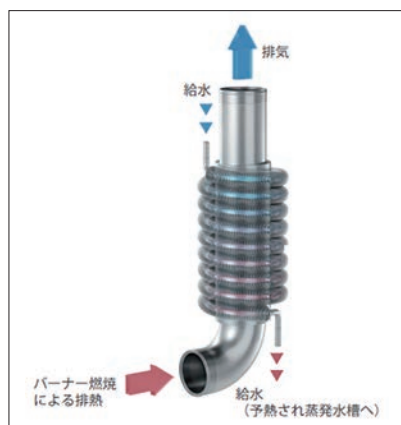

図3 排熱を利用した給水の予熱機構
ガスを燃焼させる方式のため、排気用の排気筒が必要となる。内蔵のブロワーで強制排気された排気は屋外に開放する（写真③）。またこの200℃近い排熱は自動給水される給水と熱交換させて予熱することでエネルギーをムダにすることなく有効活用する機構も設けている。（図3）